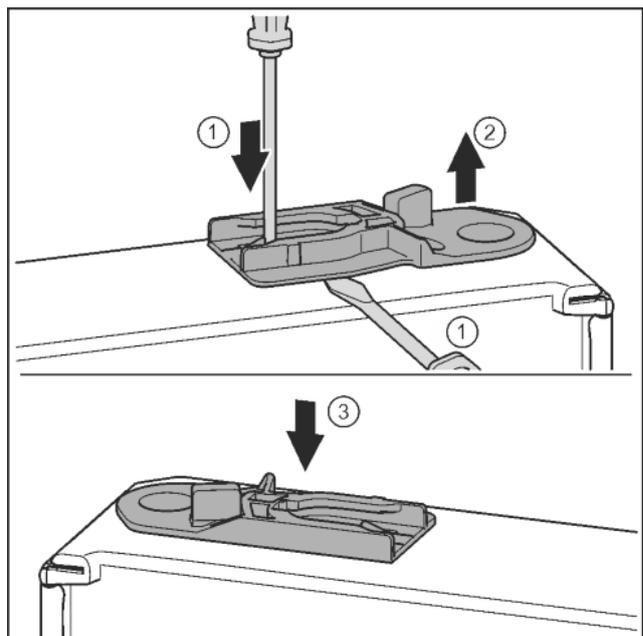

Fig. 33
- ▶ Führungsbuchse herausziehen: Lasche mit Schlitzschraubendreher drücken und gleichzeitig mit Schlitzschraubendreher unter Führungsbuchse fahren. *Fig. 33 (1, 2)*
- ▶ Im Lieferumfang beiliegende Führungsbuchse auf anderer Gehäuseseite einschieben. *Fig. 33 (3)*